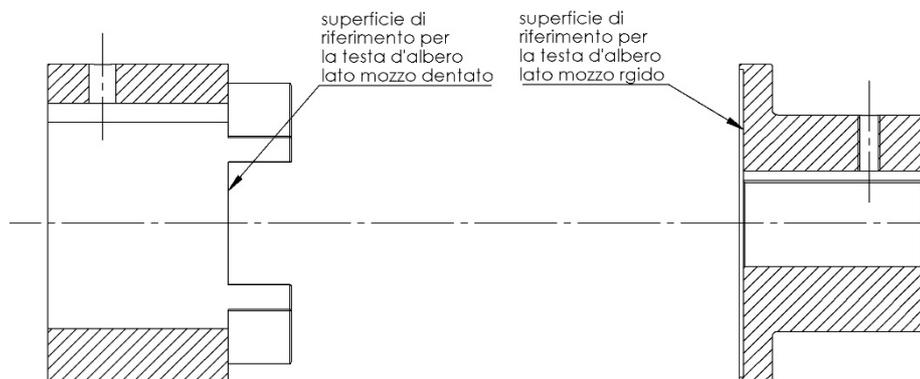

Fig.2
1. I mozzi (dentato e rigido) devono essere calettati completamente sugli alberi in modo che la testa degli alberi venga a trovarsi a filo delle rispettive superfici di riferimento, come illustrato in fig. 2 .